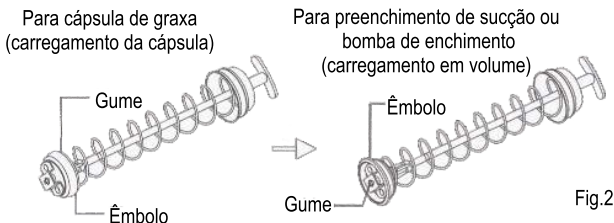

Fig.2
- 3.Lentamente libere a alça para ejetar a cápsula vazia do tubo do recipiente. Verifique visualmente a direção do gume. Veja a Fig. 2. Recue a alça totalmente até que a ranhura da haste do pistão trave na fenda na tampa do tubo. (Esta descrição não se aplica para uma pistola de graxa nova).
- 2.Verifique visualmente a direção do gume Fig. 2